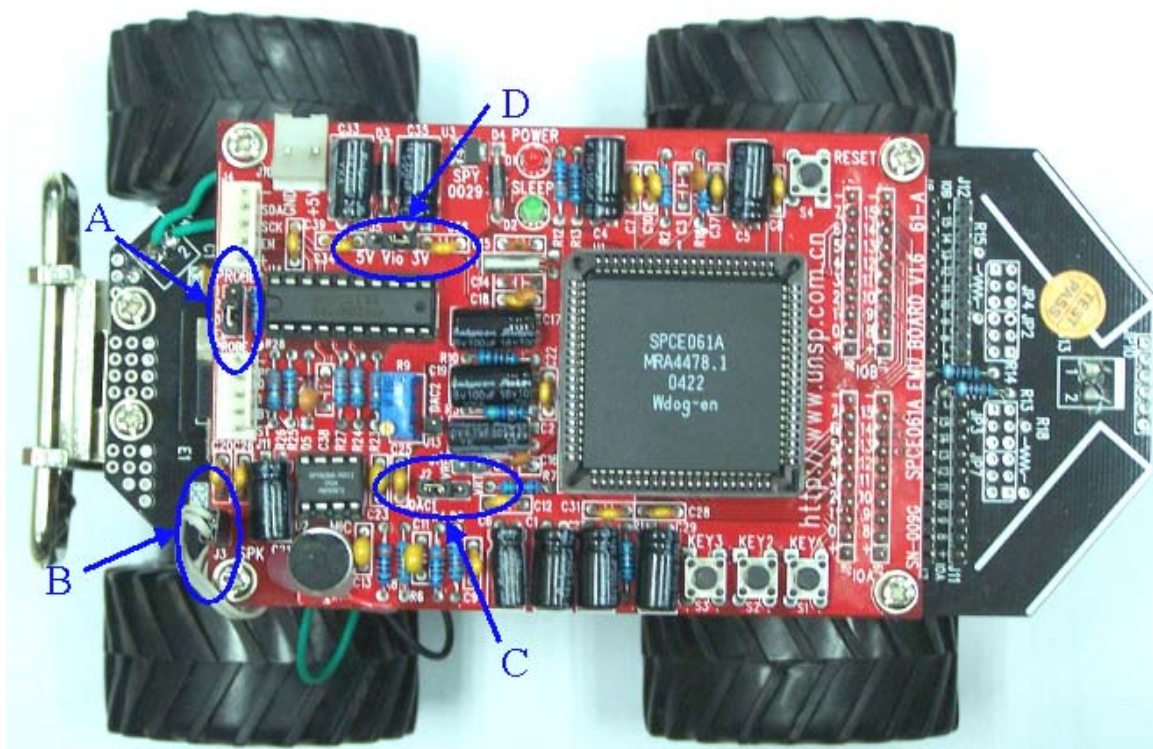

图 3.2 连接 61 板
连接好控制板以后，再将四个铜柱安装到控制板上，这四个铜柱是连接控制板和 61 板用的。如果采用 IO 排针向下的 61 板则可以直接将 61 板安装到控制板上，然后再拿螺丝固定 61 板即可。连接好的实物如图 3.2 所示。如果使用的是 IO 排针在上的 61 板，还需要用排线把 61 板的 IOB15~IOB8 和控制板的 IOB15~IOB8 连接起来。
1. PROBE 跳线，61 板的 S5（图 3.2 中 A 示）标有 1、2、3 三个端子，如果使用 Ez_PROBE 则短接 2、3 端子，如果使用并口或者 USB-PROBE 则短接 1、2 端子；
2. 喇叭连接线，喇叭连线不分反正直接插在 61 板的 SPK 处即可，图 3.2 中 B 所示；
3. DAC1 输出，声音的输出通道，必须把 J1（如图 3.2 中 C 示）靠近 SPY0030A 功放芯片的一针和中间一针短接，否则不能听到播放的声音。
4. 61 板的 I/O 输出电压选择 J5（图 3.2 中 D 示），61 板的 IO 输出电压有两种可选模式：0~3.3V 输出或者 0~5.5V 输出，短接 J5 的 3V 与 Vio 则选择 0~3.3V 输出，短接 J5 的 5V 与 Vio 则选择 0~5.5V 输出。考虑到驱动的可靠性建议采用 0~5.5V 输出。